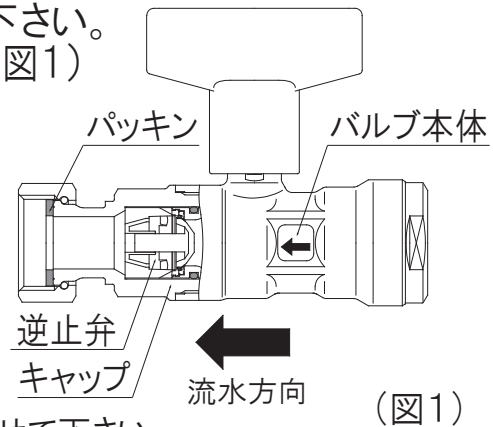

図1
- ・逆止弁内蔵製品のため、流水方向に注意して下さい。バルブ本体に流水方向(矢印)が表示してあります。(図1)